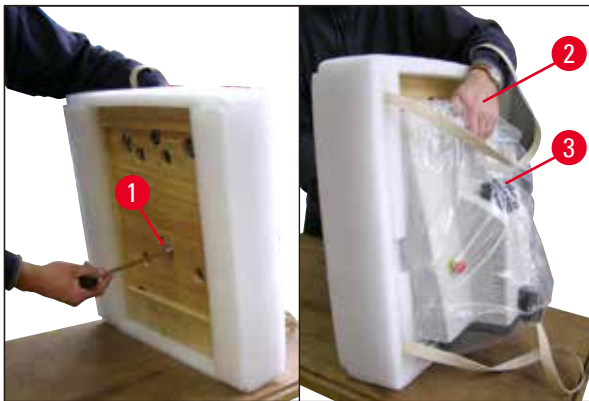

Abb. 5
- Gerät samt Bodenplatte ankippen (→ Abb. 5) - Gerät mit einer Hand an der Mulde (→ Abb. 5-2) für die Pufferwanne festhalten! NIEMALS am Schneidkopf (→ Abb. 5-3) hochheben bzw. festhalten!! Mit mitgeliefertem Innensechskant-Schlüssel, SW 8 Schraube (→ Abb. 5-1) lösen und Bodenplatte abnehmen.